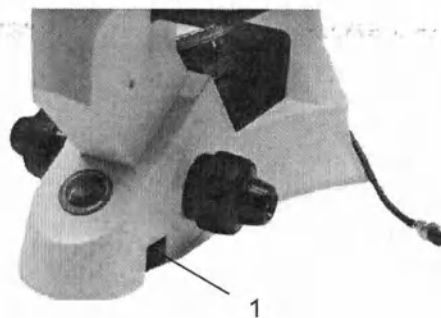

Рисунок 16
4-1-1 Включение лампы (рис. 16)
Подключите к сети, включите главный выключатель (1) (рис. 16).